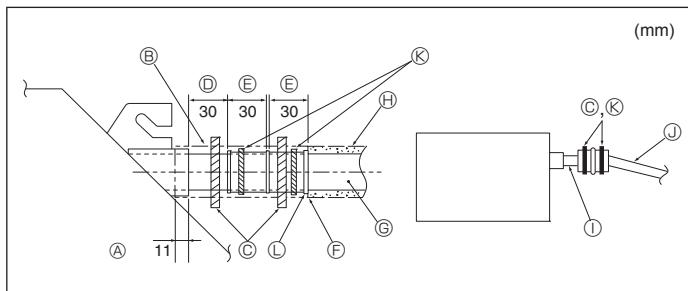

Fig. 6-2
- Collegare il manicottero di drenaggio (fornito con l'unità) all'apertura di drenaggio. (Fig. 6-2)